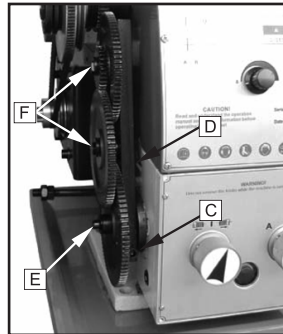

Рис. 23
3. Ослабить фиксирующий винт (С, Рис. 23) на квадранте.
4. Отвести квадрант (D, Рис. 23) вправо.
5. Отвернуть гайку (Е, Рис. 23) от ходового винта или гайки (F, Рис. 23) от болтов квадранта, чтобы снять передние сменные шестерни.